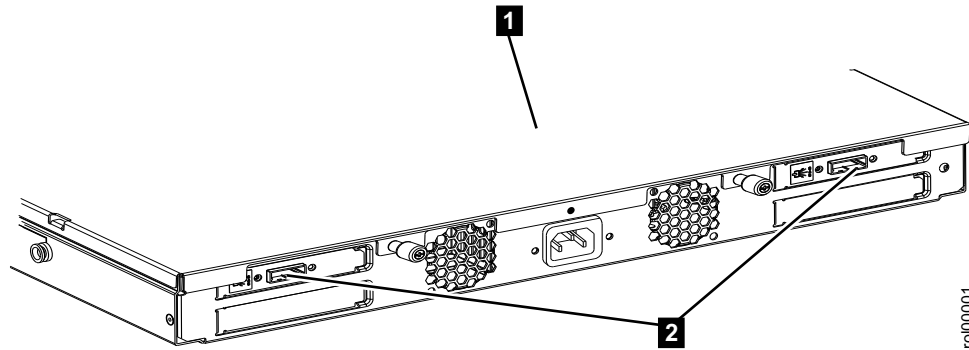

图 28. 将 SAS 电缆连接到 1U 机架安装式磁带机柜
1. 对于 1U 机架安装式磁带机柜中安装的每个磁带机，都有一个 SAS 电缆接口。在 1U 机架安装式磁带机柜的后部（图 28 中的 **1**），将每根电缆的设备插头插入电缆接口 **2**。按第 5 页的第 2 章，『将 1U 机架安装式磁带机柜安装到机架中』中所述，通过电缆管理臂布放电源线。